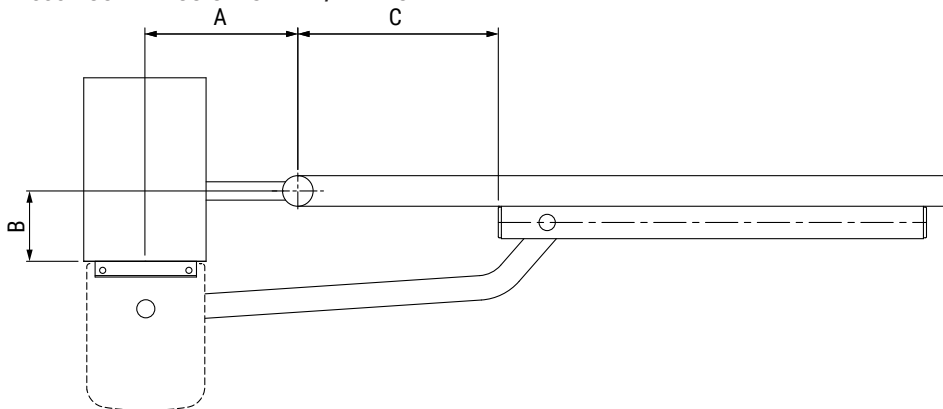

Fig. 1
1. Fixer l'étrier arrière KT209 (1) à niveau conformément aux cotes d'installation indiquées dans le tableau (Fig. 1).
2. Le portail entièrement fermé, placer l'étrier avant KT218 (2), en respectant les cotes, si possible au centre du portail et au niveau d'une solide traverse. Fixer l'étrier à niveau avec le vantail du portail, comme indiqué dans la figure.
1. Asegure el soporte trasero KT209 (1) nivelado horizontal y verticalmente según las medidas de montaje de la tablas (Fig. 1).
2. Con la cancela completamente cerrada coloque el soporte delantero KT218 (2), respetando las medidas, posiblemente en el centro de la cancela y en un lado sólido. Fije el soporte nivelado de la hoja de la cancela, como se indica en la figura.
1. Fixe o suporte traseiro KT209 (1) em nível conforme as dimensões da instalação mostradas na Tabelas (Fig. 1).
2. Com o portão completamente fechado, posicione o suporte dianteiro KT218 (2), de acordo com as medições, possivelmente no centro do portão e em correspondência com um sólido transverso. Fixe o suporte em nível à portinhola do portão, conforme indicado na figura.